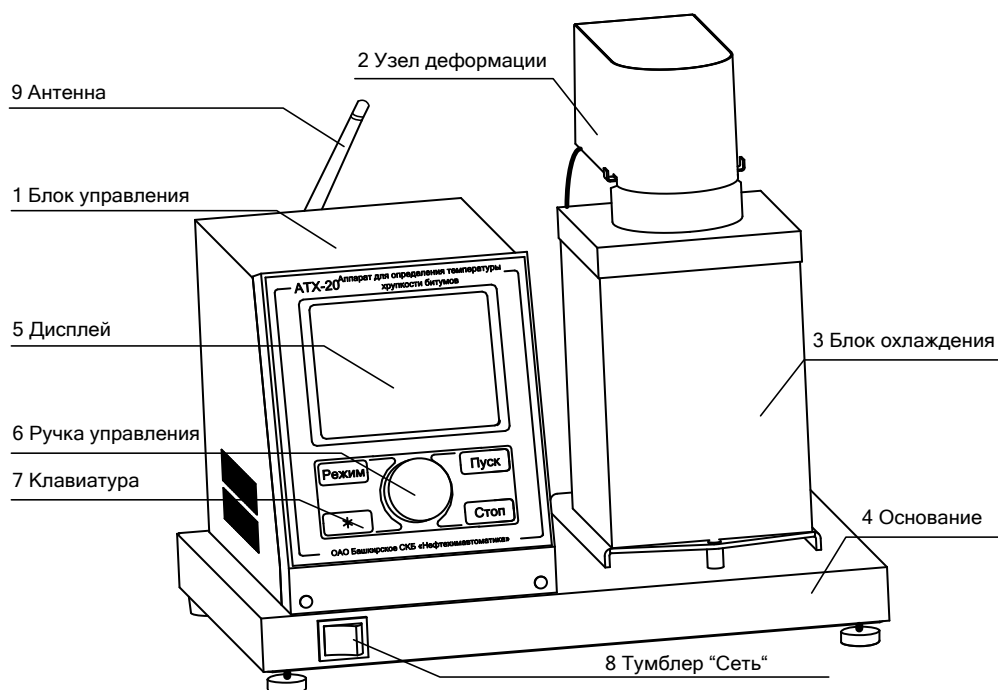
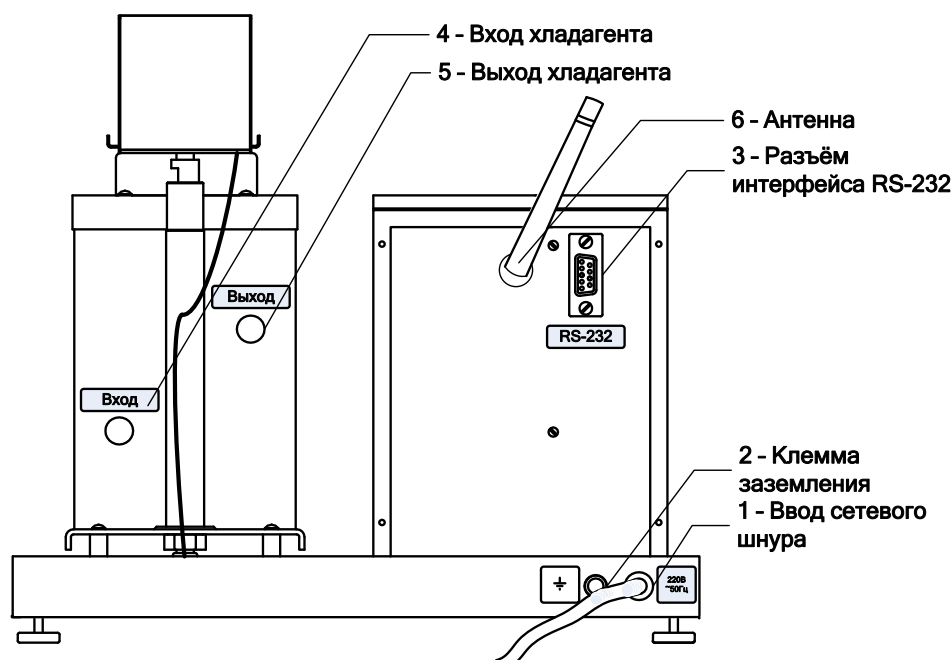

Рисунок 1 – Общий вид аппарата
Рисунок 2 – Вид сзади
2.3.3.3 Блок охлаждения (3) предназначен для охлаждения испытуемого образца. Сзади блока охлаждения (см. рисунок 2) расположены штуцеры «Вход» (4) и «Выход» (5) для подключения к внешнему хладагенту.
2.3.3.5 На задней стенке основания (см. рисунок 2) находятся:
- клемма (2) для заземления аппарата;
- ввод для сетевого шнура (1).
- жидкокристаллический графический дисплей (5) (см. рисунок 1);
- ручка управления (6) (см. рисунок 1);
- клавиатура (7) (см. рисунок 1);
- гнездо для подключения антенны (6) (см. рисунок 2);
- разъём (3) (см. рисунок 2) для подключения аппарата к ПК по интерфейсу RS-232.
3.1.4 При использовании программы *Линтел-Линк*¹ необходимо установить на аппарат (см. рисунок 2) антенну (6) из комплекта принадлежностей.